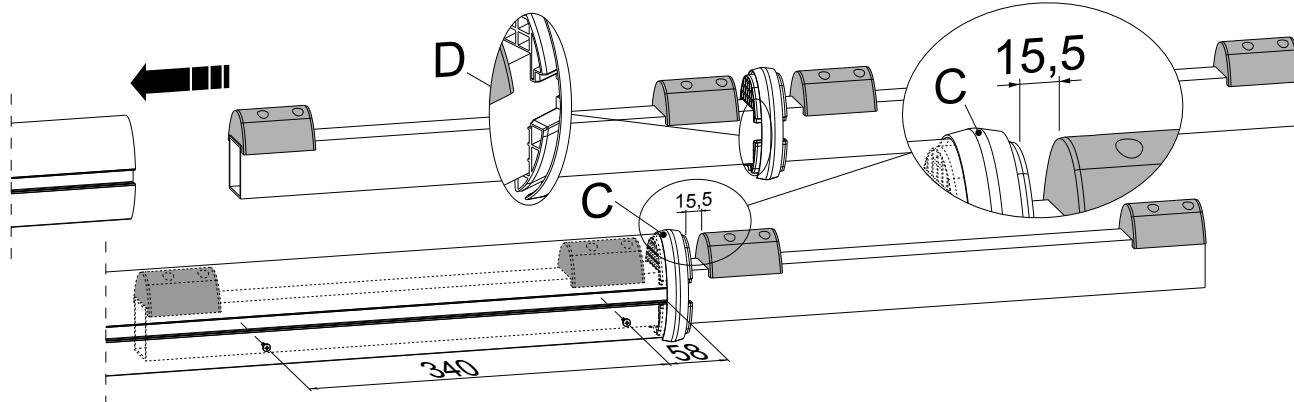
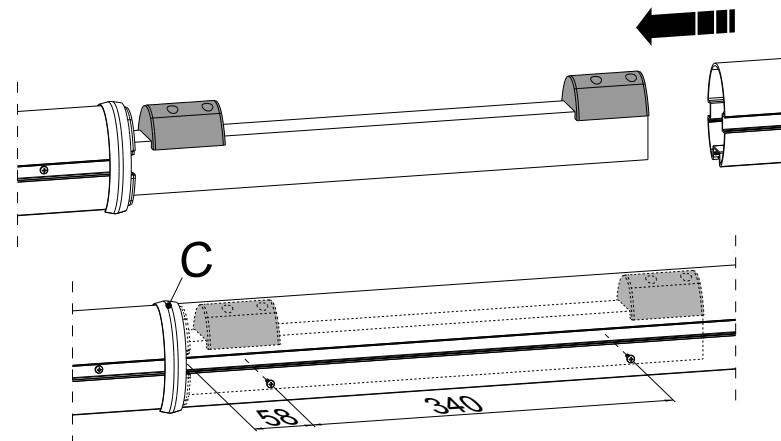

fig. 3
fig. 4
- 3\_ Inserire il giunto nello spezzone appena montato, lato tappo (fig. B) prestando attenzione al verso di inserimento (vedi dett. D fig. 3). Inserire bene l'estremità dell'asta nel corpo di giunzione (C fig. 3), aiutandosi con un martello in plastica;
- 4\_ mantenendo il corpo di giunzione (C fig. 3) ad una distanza di 15,5 mm dal tamponcino, fissare l'asta al giunto con le viti autoperforanti fornite, alle quote mostrate in fig. 3 (da ambo i lati dell'asta);
- 5\_ infilare l'altro spezzone di asta (precedentemente tagliato a misura, se necessario) dal lato attacco flangia (fig. A) sull'estremità scoperta del giunto. Inserire bene l'estremità dell'asta nel corpo di giunzione (C fig. 4), aiutandosi con un martello in plastica. Fissarlo quindi al giunto con le viti in dotazione, alle quote mostrate in fig. 4;
- 3\_ Insérer le joint dans le tronçon à peine monté, côté bouchon (fig. B) en respectant le sens de l'introduction (voir détails D fig. 3). Introduire correctement l'extrémité de la tige dans le corps du raccord (C fig. 3) en utilisant un marteau en caoutchouc ;
- 4\_ en maintenant le corps du raccord (C fig. 3) à une distance de 15,5 mm du tampon, fixer la tige au raccord avec les vis taraudeuses fournies, aux cotes indiquées sur la fig. 3 (des deux côtés de la tige) ;
- 5\_ enfiler l'autre tronçon de tige (préalablement coupé à la mesure correcte, éventuellement) du côté raccord de bride (fig. A) sur l'extrémité découverte du raccord. Introduire correctement l'extrémité de la tige dans le corps du raccord (C fig. 4) en utilisant un marteau en caoutchouc. Le fixer ensuite au raccord avec les vis fournies, aux cotes indiquées sur la fig. 4 ;
- 3\_ Introduzca el acoplamiento en la sección apenadas montada, lado tapón (fig. B) poniendo atención en la dirección de introducción (véase detalle D fig. 3). Introduzca bien el extremo de la tira en el cuerpo de acoplamiento (C fig. 3), ayudándose con un martillo de plástico;
- 4\_ Manteniendo el acoplamiento de unión (C fig. 3) a una distancia de 15,5 mm del tapón, fije la tira al acoplamiento con los tornillos autoperforantes suministrados, mostrados en la fig. 3 (de ambos lados del asta);
- 5\_ Introduzca la otra sección del asta (cortada previamente a medida si fuera necesario) del lado del enganche brida (fig. A) en el extremo descubierto del acoplamiento. Introduzca bien el extremo del asta en el acoplamiento de unión (C fig. 3), ayudándose con un martillo de plástico; Fíjelo al acoplamiento con los tornillos entregados, según las medidas mostradas en la fig. 4;
- 3\_ Setzen Sie die Verbindung in das soeben montierte Teilstück, Seite Abdeckung (Abb. B), und achten Sie dabei auf die richtige Einsetzungrichtung (siehe Detail D Abb. 3). Setzen Sie das Ende der Stange gut in den Verbindungskörper (C, Abb. 3) ein und verwenden Sie dazu einen Kunststoffhammer.
- 4\_ Halten Sie den Verbindungskörper (C, Abb. 3) in einem Abstand von 15,5 mm vom Puffer und befestigen Sie die Stange mit den mitgelieferten selbstschneidenden Schrauben an der Verbindung; beachten Sie dabei die Quoten, die auf Abb. 3 angegeben werden (auf beiden Seiten der Stange).
- 5\_ Stecken Sie das andere Teilstück der Stange (falls erforderlich zuvor auf Länge geschnitten) von der Seite des Flansch-Anschlusses (Abb. A) am freien Ende der Verbindung ein. Setzen Sie das Ende der Stange gut in den Verbindungskörper (C, Abb. 4) ein und verwenden Sie dazu einen Kunststoffhammer. Befestigen Sie dann die Verbindung mit den mitgelieferten Schrauben; beachten Sie dabei die auf Abb. 4 angegebenen Quoten.
- 3\_ Inserir a junta na parte que se acabou de desmontar, lado tampa (fig. B) prestando atenção ao sentido de introdução (ver det. D fig. 3). Inserir bem a extremidade da haste no corpo de junção (C fig. 3), com auxílio de um martelo de plástico;
- 4\_ mantendo o corpo de junção (C fig. 3) a uma distância de 15,5 mm do tampão, fixar a haste à junta com os parafusos auto-perfurantes fornecidos, nas posições ilustradas na fig. 3 (de ambos os lados da haste);
- 5\_ introduzir a outra parte da haste (anteriormente cortada à medida, se necessário) pelo lado encaixe flange (fig. A) na extremidade descarnada da junta. Inserir bem a extremidade da haste no corpo de junção (C fig. 4), com auxílio de um martelo de plástico. Em seguida fixar à junta com os parafusos fornecidos, nas posições mostradas na fig. 4;